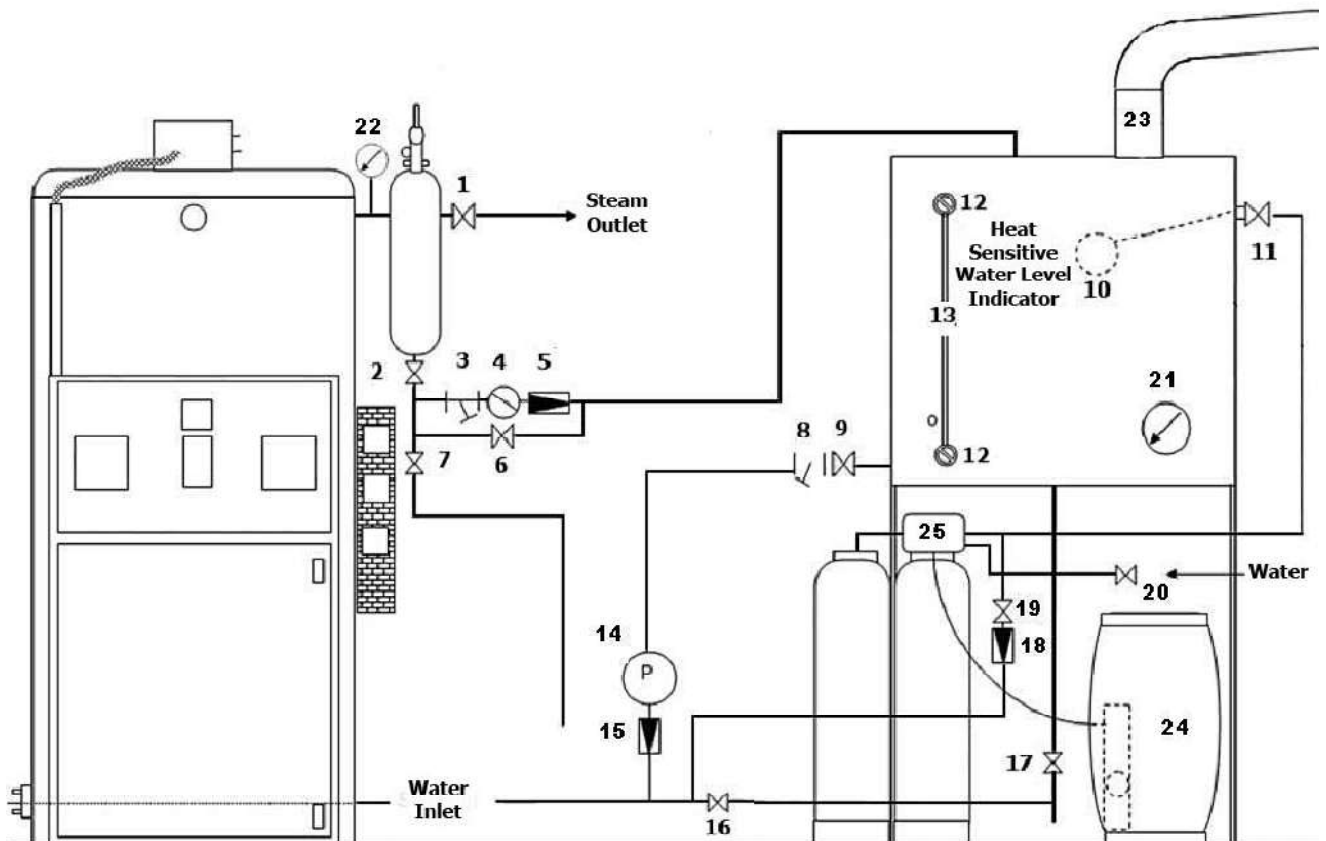

РИС.2
- 1) Открыть краны №2,6,7,9,11,20 (рис.2)